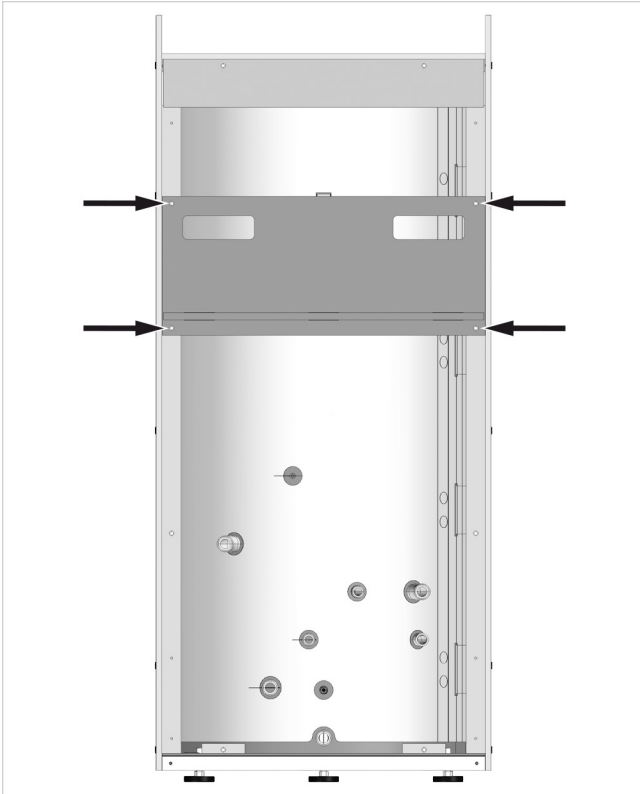

Abb. 6: Transportbrett demontieren
2. Im Aufstellraum die an der Frontseite vor dem Speicher für den Transportschutz montierten Bretter vor dem Speicher entfernen (siehe → Abb. 6, S. 9). Die als Halter verwendeten O-Ringe abziehen, um die Bretter zu trennen.